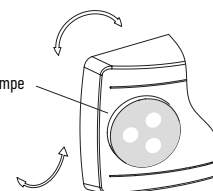

Fig 5
10. Ajustez la direction de la tête de lampe et de la lentille selon les besoins (voir Fig. 5).